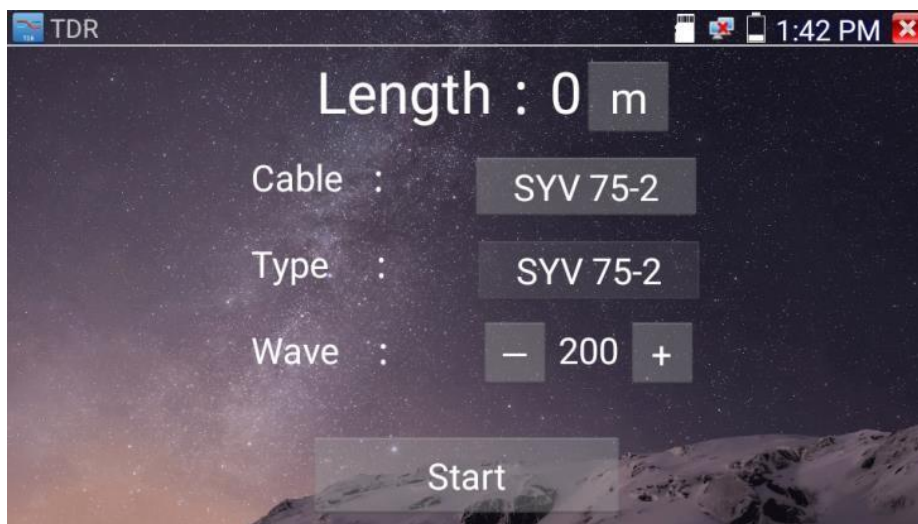

Рис. 108 Рефлектометр (TDR) для коаксиального кабеля, интерфейс
2. Найдите на рабочем столе тестера ярлык приложения и запустите его, рис. 108.